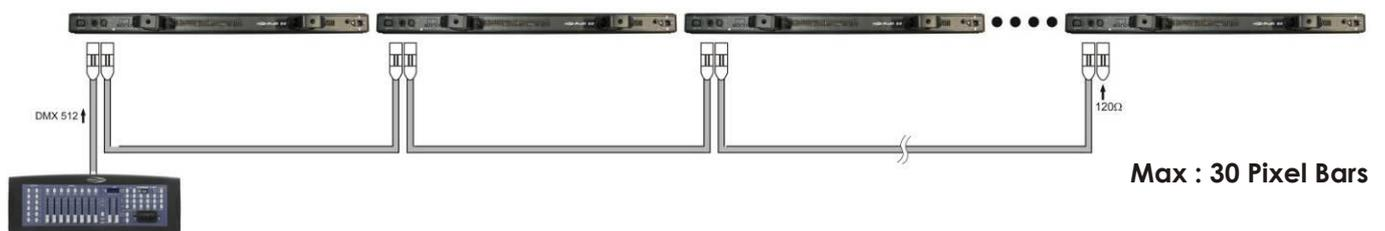

Fig. 4
4. Branchez l'unité comme indiqué sur la Figure 4. Branchez un câble à signal DMX pour relier la prise DMX « sortie » (OUT) de la première unité à la prise "entrée" (IN) de la seconde unité. Répétez ce processus de raccordement pour la deuxième, troisième, et quatrième unité.